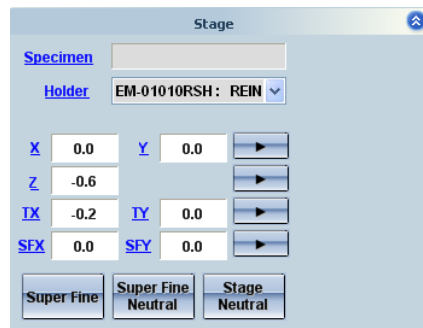

Figura 4
- El goniómetro del microscopio debe estar en posición neutra, con todos los valores de posición y giro en valor 0. Este se detalla en la correspondiente ventana **Stage** (figura 4).